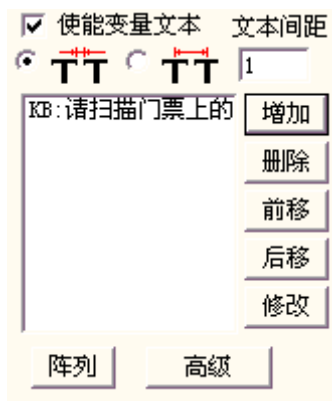

图 4-59-b：键盘文本参数
2. 输入提示信息后点击确定后我们会得到如图 4-59-b 所示的界面
4. 勾选使能分割字符串修改指定名字的文本对象，点击增加按钮这时候会出现如图 4-59-c 图所示对话框。